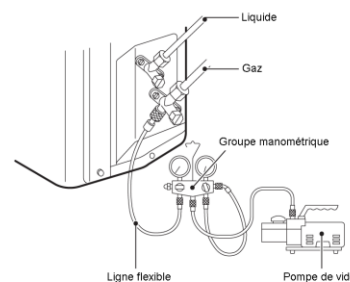

Fig.25
- Serrez les raccords (1) selon les instructions figurant à la page 77.
- Connectez à la prise de service (3) (fig. 25) la pompe du vide à l'aide du groupe manométrique portable et laissez la fonctionner tant que Vous n'obtenez pas un vide égal ou inférieur à 1 mbar, si la pompe est équipée d'un vacuomètre ou pendant au moins 25 minutes sans cet instrument de contrôle.
- Déposez les bouchons (2) et à l'aide de la clé spéciale ouvrez les valves (il est bon d'ouvrir complètement, puis de refermer 1/2 tour).
- Remettez les bouchons (2) et serrez-les à fond.
- Déconnectez du raccord (3) (fig. 25) les outils utilisés et fermez soigneusement les prises de service avec leurs bouchons.